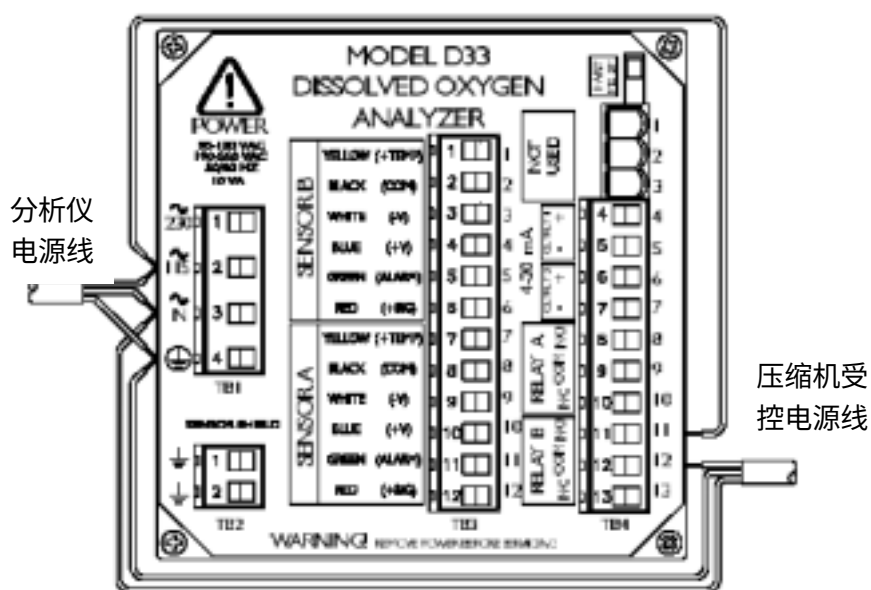

图 2-10 D33 分析仪与空气压缩机的接线
时器)”继电器。) 参见图 2-10 了解关于连接的详情。
**注意：**出于示例目的，图 2-10 显示了继电器 B 为“TIMER（定时器）”继电器。当使用不同的继电器时，要以相同的方式连接所有的接线端。